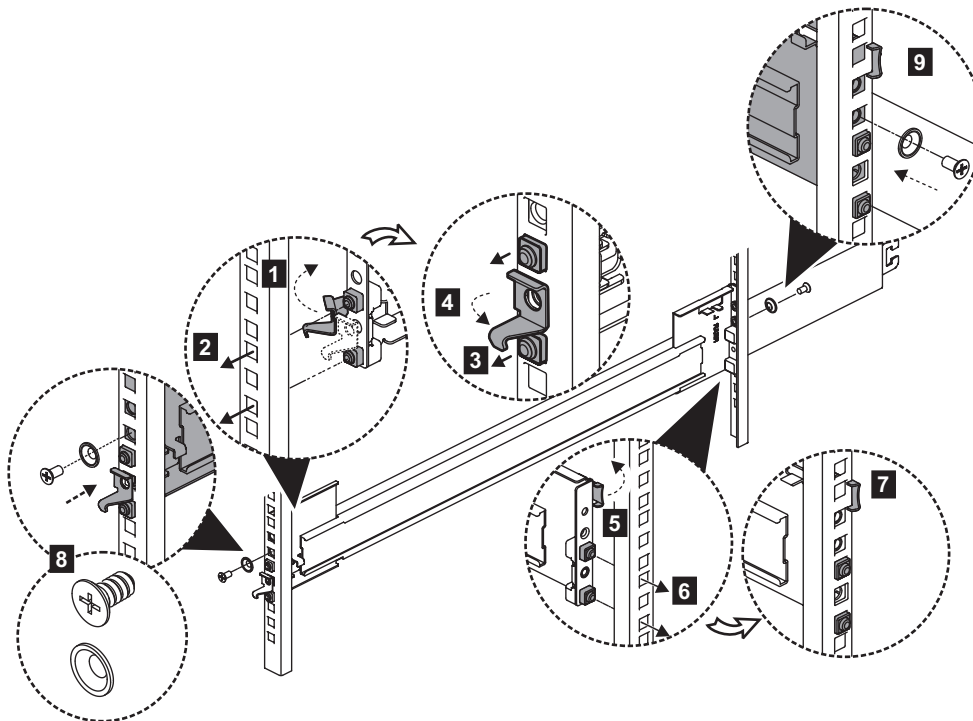

図 24. フレームへのブラケット・アセンブリーの取り付け
7. 25 ページの図 24 に示すように、レールの外部セクションを背面フレームに取り付けます。